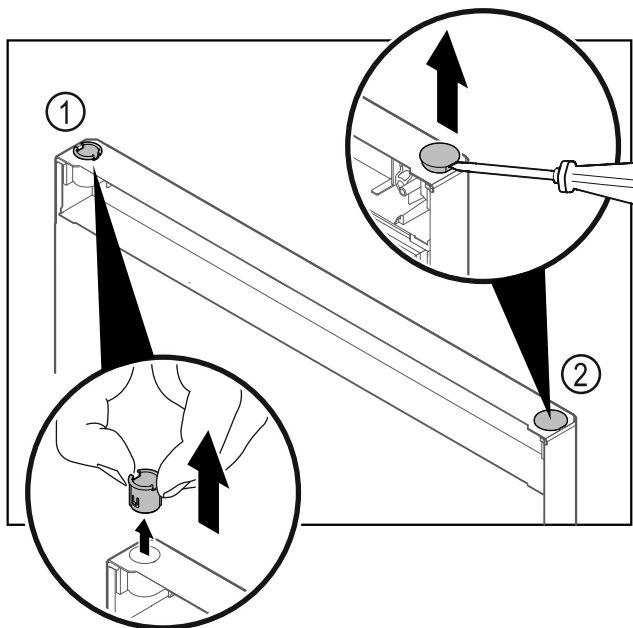

Fig. 35 Frysdörr
- Dra ut gångjärnsbussningen Fig. 35 (1) med fingrarna.
- Lyft försiktigt upp pluggen Fig. 35 (2) med en spårskruvmejsel och dra ut den.